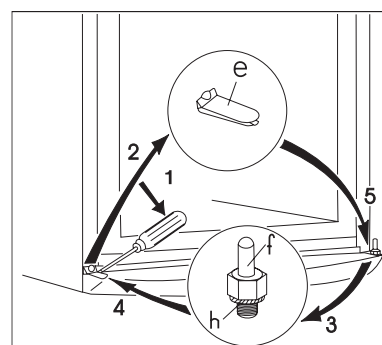

Abb. 3
- Unteren Scharnierbolzen und Abdeckung umsetzen (Abb. 3).